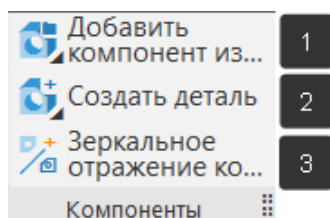

Рисунок 294 – Панель Компоненты
Панель компоненты служит для вставки деталей/сборок с диска, создания деталей/сборок из окна сборочной единицы и создания зеркального отображения компонентов (Рисунок 294)
Добавить компоненты в модель можно различными способами (1) (Рисунок 294):
Для построения компонента в модели используются команды (2) (Рисунок 294):
Зеркальное отражение компонента (3) – команда позволяет создавать зеркальные исполнения модели с сохраненной ассоциативной связью либо без сохранения связи, что позволяет работать с зеркальной моделью как с обычной моделью (Рисунок 294).
- В панели компоненты выберем значок добавить компонент из файла (1) (Рисунок 294);
- Добавим второй компонент Кронштейн с помощью команды Добавить компонент из файла (1) с панели Компоненты (Рисунок 294);